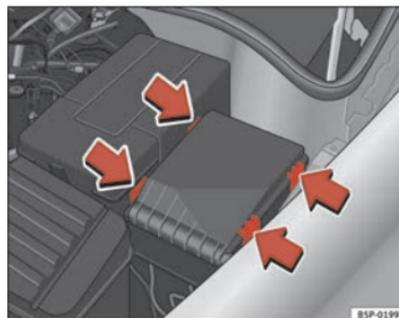

Fig. 185 Tampa da caixa de fusíveis no compartimento do motor
- Retirar a tampa dos fusíveis do compartimento do motor fazendo pressão nas patilhas na direcção do centro da tampa ⇒ página 278, fig. 185.